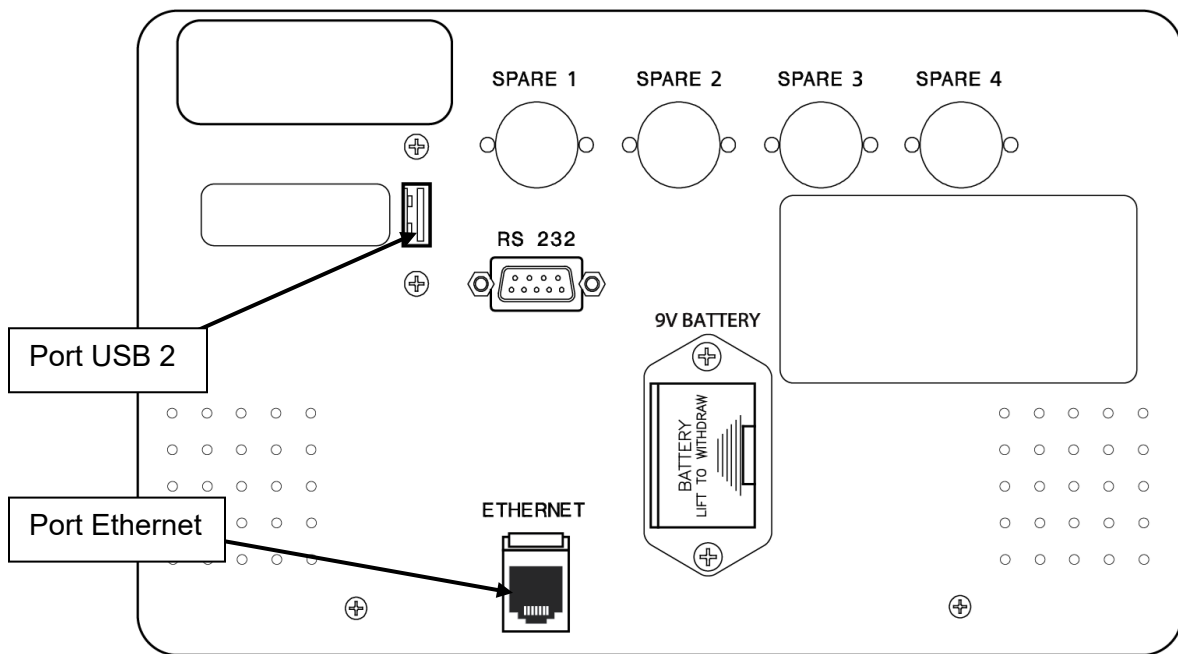

Figure 107 – Accès de l'ordinateur CDX sur le panneau arrière
Le port USB 2 est situé au panneau arrière de l'appareil (reportez-vous à la Figure 107). Il est utilisé par le système CDX. En outre, le panneau arrière présente un port Ethernet pour l'ordinateur CDX.
- Amorcez à partir d'une clé USB, avec système d'exploitation installé, branchée dans le port USB du panneau arrière (reportez-vous à la Figure 107).